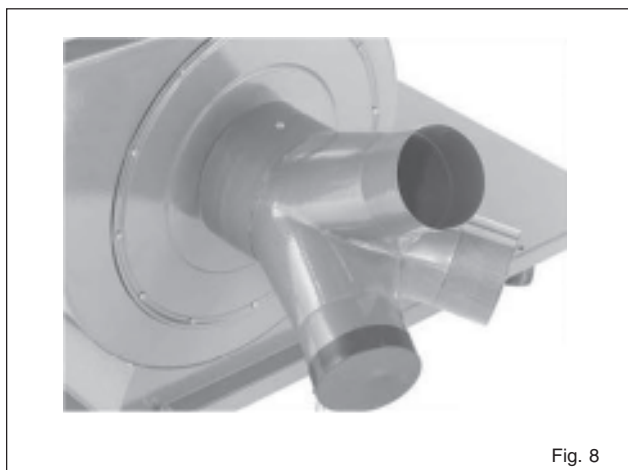

Fig. 6
4. Atarraxar nos tambores as barras de suporte e os ganchos de suporte do saco (Fig. 6).